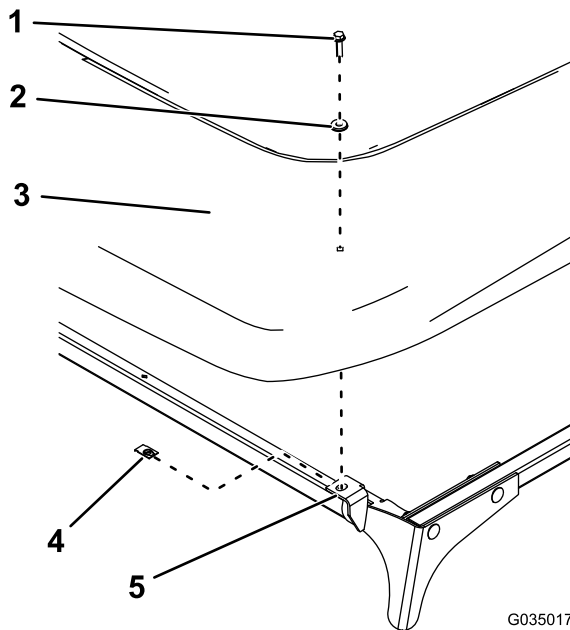

Bild 15
16. Befestigen Sie das Sonnendach mit zwei Clips, zwei Dichtungsscheiben und zwei Bundbolzen ($\frac{1}{4}'' \times 1''$) an den vorderen Platten, wie in **Bild 15** abgebildet.